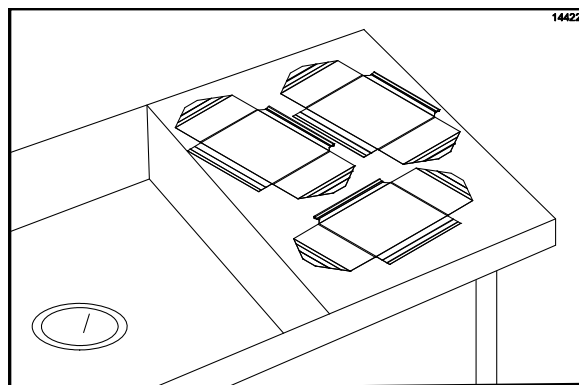

Рисунок 27
9. Отложите в сторону антиадгезионные листы, положив их на чистой, плоской поверхности, пока будут выполняться дальнейшие действия по очистке. **Запрещается** сгибать или загибать антиадгезионные листы. Также запрещается укладывать их на острые предметы. (См. рис. 27)